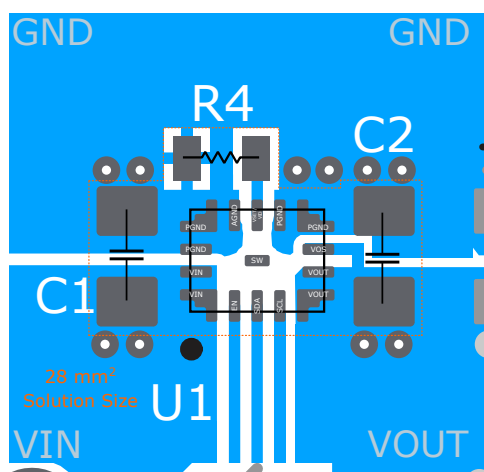

图 9-28. 布局示例
- 有关元件放置、布线和热设计的示例, 请参阅图 9-28。